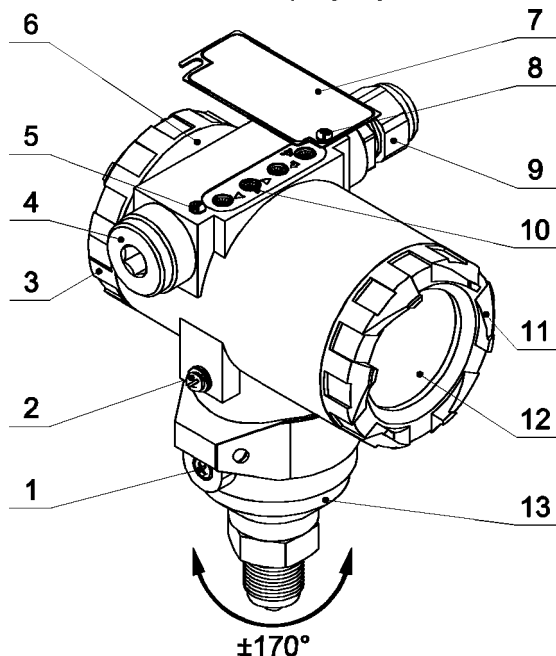
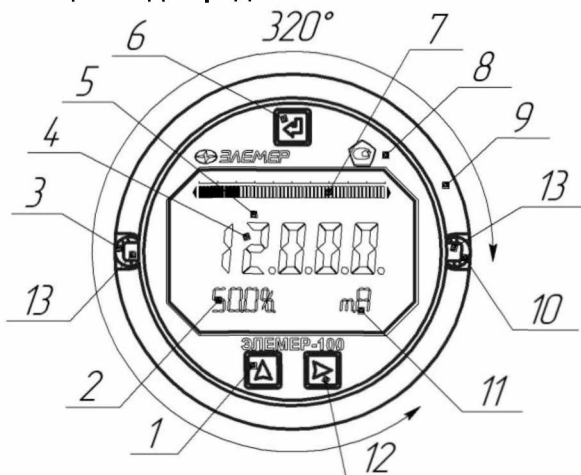

Рисунок 2.1
Рисунок 2.2
2.3.1.3. Модуль ЖК-индикатора может быть повернут относительно микропроцессорного модуля на угол 320° (см. рисунок 2.2).
2.3.1.4. На лицевой стороне модуля индикации расположены (см. рисунок 2.2):
- ослабить винты 5 и 8 (см. рисунок 2.1);
- повернуть шильдик 7 (см. рисунок 2.1).
- ослабить стопорные винты 1 (см. рисунок 2.1);
- повернуть корпус электронного блока 6 (см. рисунок 2.1).
2.3.2.1. Информация, возникающая в процессе работы датчика, отображается на многофункциональном ЖК-индикаторе, содержащем следующие поля индикации (см. рисунок 2.2):
2.3.3.2. Кнопки «», «», «» для работы с меню расположены на лицевой панели (см. рисунок 2.2) и на наружном блоке управления (см. рисунок 2.1). Кнопка «» подстройки (корректировки) «нуля» расположена на наружном блоке управления.